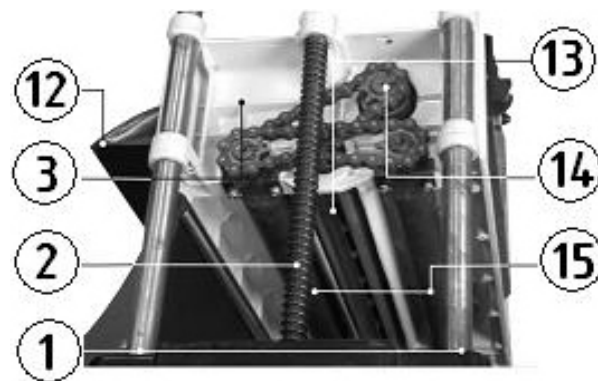

Рис.4
Строгальный вал (13) с закрепленными на нем строгальными ножами приводится во вращение коллекторным двигателем через ременную передачу, рис. 4а. Конструктивно узел привода объединен в один блок и включает понижающий редуктор с цепной передачей (14) для перемещения заготовок в рабочую зону.
Рис. 4а
9.4. Строгальный вал со строгальными ножами (13) (Рис. 4)
может привести к заклиниванию заготовки между роликами (15) подачи заготовки и элементами машины и, как следствие, к поломке звездочек и обрыву цепей привода (17) роликов (15) подачи заготовки, Рис. 4. Всегда защищайте лицо соответствующим защитным щитком или очками.